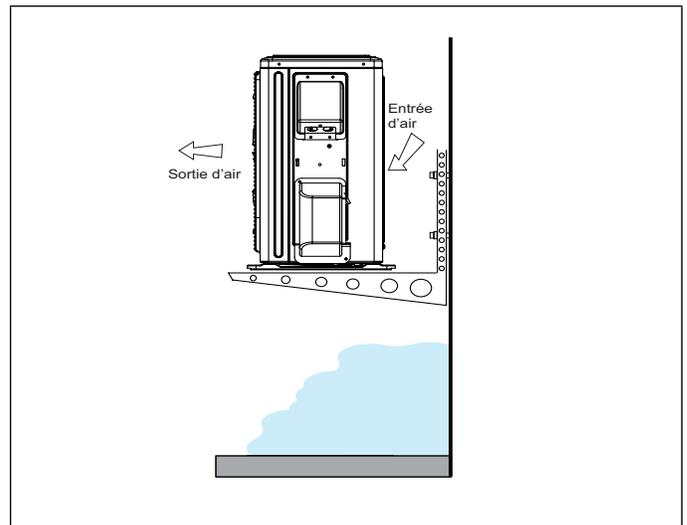

Figure 12. Unité extérieure sur supports au-dessus du niveau de la neige
- La base de l'unité doit être située au-dessus du niveau moyen de la neige comme illustré à la «Figure 12. Unité extérieure sur supports au-dessus du niveau de la neige».